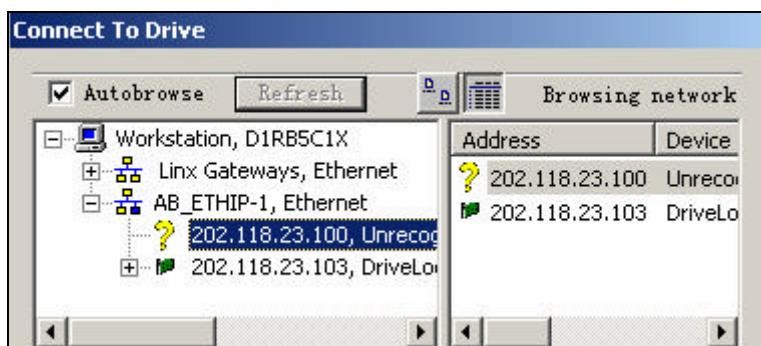

图 6-5 选择网络上的变频器
(3) 单击 *Start*→*Programme*→*Drive Tools*→*Drive Executive* ,打开 Drive Executive 软件。点击工具栏上的  图标 ,显示“Connect to the Drive”对话框 ,选择 IP 地址是 202.118.23.100 的变频器 ,点击 OK ,如图 6-5 所示。